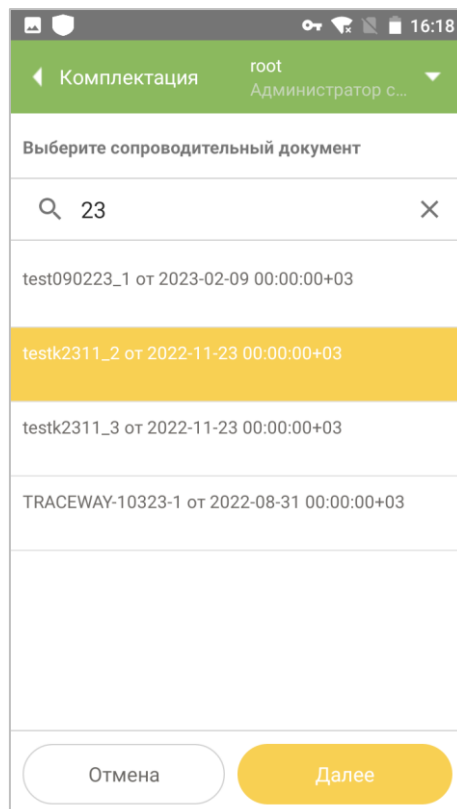
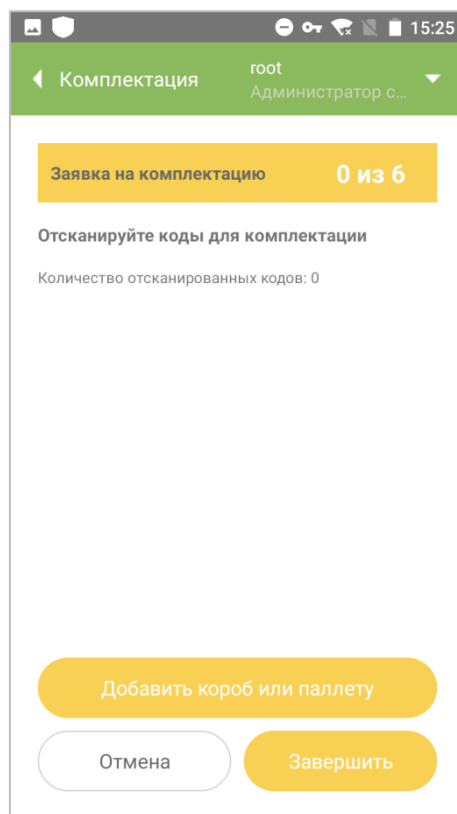

Рисунок 7.2
Рисунок 7.3
2. Выбрать сопроводительный документ из списка. При необходимости воспользоваться функцией поиска: вести номер или его часть в поле поиска, выбрать из найденных совпадений (Рисунок 7.2). Нажать кнопку «Далее». Откроется окно для сканирования комплектующих кодов (Рисунок 7.3).